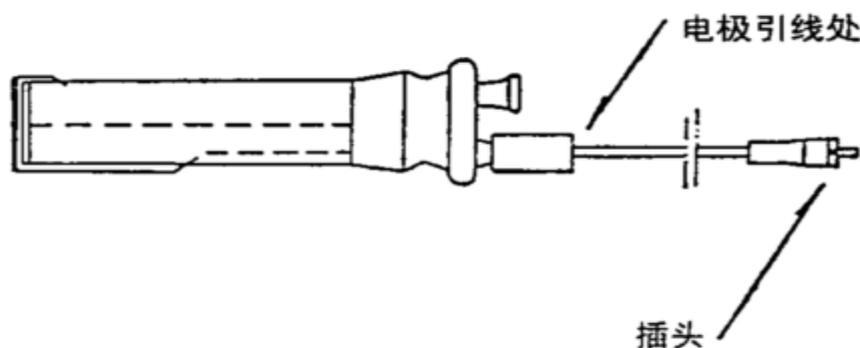

图 2
- 1、在使用前，把滴定池所有的玻璃口打开，滴定池、干燥管、密封塞可用水清洗。清洗后放在大约 80℃ 的烘箱内烘干，然后自然冷却。注意阴极室、测量电极不能用水清洗，可用丙酮、甲醇等有机溶剂进行清洗，清洗后用吹风机吹干。清洗时应注意，不要清洗到电极引线处（见图 2），否则在测定试样过程中会造成测量误差。